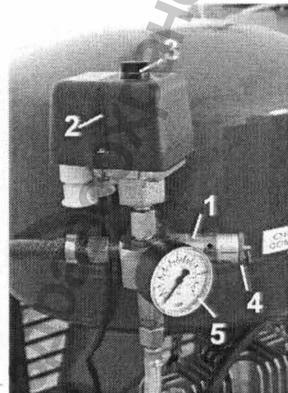

Рис. 6
- Компрессор включить с помощью реле давления (2), поворачивая выключатель (3) в положение „I“ (рис.6).
8.7. Проверка настройки реле давления (Рис. 6)
8.8. Проверка предохранительного клапана (Рис. 6)
Компрессор включается с помощью переключателя (3) на реле давления поворотом в положение „I“ (рис.5) и сетевым выключателем на передней части шкафчика устройства в положение „I“ (начинает светиться зеленая контрольная лампочка – оборудование находится в рабочем состоянии). После отбора напорного воздуха и понижения давления в ресивере до нижней границы компрессор включится и ресивер наполнится напорным воздухом. При достижении давления выключения компрессор автоматически выключится. Во время работы нельзя превышать максимальное допустимое рабочее давление. Допустимое рабочее давление обозначено на манометре (5) красным знаком (рис.6). Отсасывающее устройство включается с помощью сигнала от установки. Его работа сигнализируется желтой контрольной лампочкой (28) рис.1.